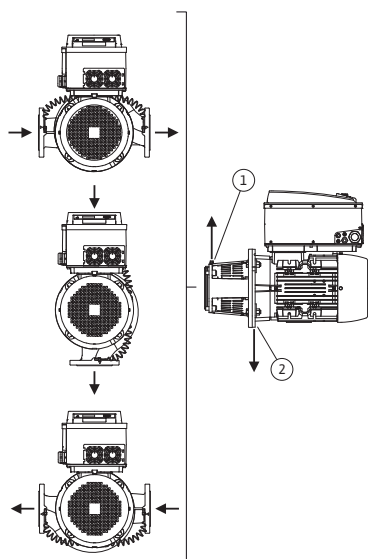
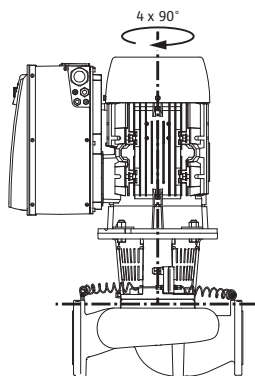

Рис. 18: Допустимые монтажные положения с горизонтальным валом электродвигателя
Рис. 19: Допустимые монтажные положения с вертикальным валом электродвигателя
Допустимые монтажные положения с горизонтальным валом электродвигателя и электронным модулем вверх ( $0^\circ$ ) показаны на рис. 18. Не показаны допустимые монтажные положения с монтированным сбоку электронным модулем ( $\pm 90^\circ$ ). Допускается любое монтажное положение, кроме «электронным модулем вниз» ( $-180^\circ$ ). Вентиляция насоса обеспечивается только при условии, что клапан для вентиляции обращен вверх (рис. 18, поз. 1).
Только в этом положении ( $0^\circ$ ) может осуществляться направленное отведение накапливающегося конденсата через имеющееся отверстие, фонарь насоса и электродвигатель (рис. 18, поз. 2).
Допустимые варианты монтажа с горизонтальным валом электродвигателя показаны на рис. 19. Допускается любое монтажное положение, кроме «электродвигателем вниз».
- Клапан для вентиляции на промежуточном корпусе (рис. 6, поз. 1.31) при горизонтальном расположении вала электродвигателя должен быть обращен вверх (рис. 6). При вертикальном расположении вала допускается любое положение клапана. См. также Рис. 18: «Допустимые монтажные положения с горизонтальным валом электродвигателя» на стр. 197 или Рис. 19: «Допустимые монтажные положения с вертикальным валом электродвигателя» на стр. 197.
- При горизонтальном положении вала отверстие для отвода конденсата должно быть направлено вниз (рис. 18, поз. 2). При необходимости следует соответствующим образом повернуть электродвигатель.